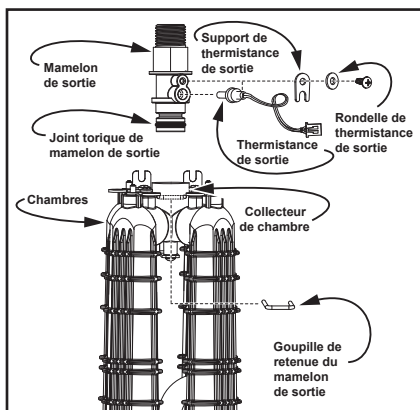

Figure 45 - Détacher et retirer le mamelon de sortie.
**1** Trouver et retirer la vis et la rondelle qui attachent le support de thermistance de sortie au mamelon de sortie. Retirer le support de thermistance. Avec précaution, tirer la thermistance de sortie avec le joint torique hors du mamelon de sortie. Voir Figure 45.
**2** À l'aide d'un tournevis à tête plate ou d'une pince à bec fin, trouver et retirer la goupille de retenue qui maintient le mamelon de sortie sur le collecteur de chambre. Voir Figure 45.
**2** Poser le mamelon de sortie dans le collecteur de chambre et l'attacher au collecteur avec la goupille de retenue retirée précédemment. S'assurer que la goupille de retenue est bien en place contre le corps du mamelon de sortie. Le mamelon de sortie peut être tourné après la pose de la goupille de retenue pour l'aligner correctement. Voir Figure 45.
**3** Remonter la thermistance de sortie avec le joint torique. Attacher la thermistance à l'aide du support de thermistance de sortie. Enfiler la rondelle sur la vis et serrer la vis à la main. NE PAS trop serrer. Voir Figure 45.